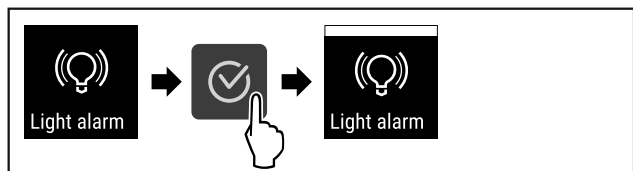

Fig. 119
- ▶ Stappen (zie Fig. 119) uitvoeren.